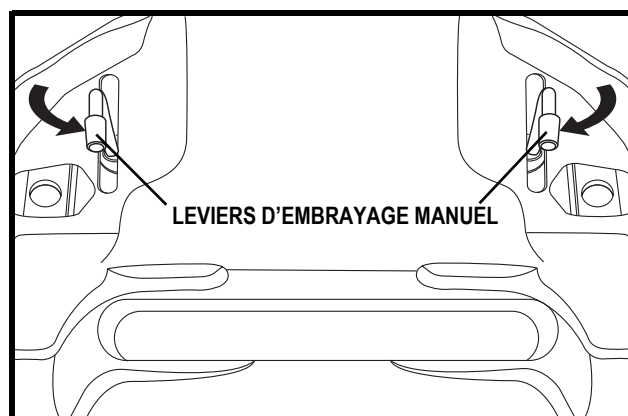

Figure 8. Embrayé (mode de traction)
2. Tournez les leviers vers l'intérieur pour embrayer les moteurs (mode de traction). Voir la figure 8.
**Voir la figure 8.**
2. Assurez-vous que le fauteuil motorisé est embrayé. **Voir la figure 8.**